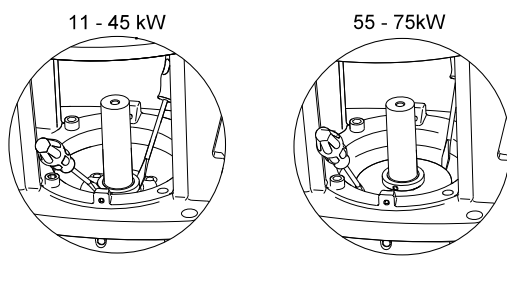

Рис. 10 Удаление уплотнения вала
9. С помощью двух отверток высвободить уплотнение вала (поз. 105/105а) из головной части насоса (поз. 2) и снять его с вала (поз. 51). Сммотри рис. 10.